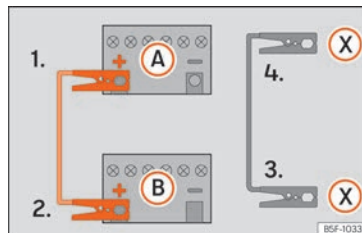

Fig.79 Esquema de conexión para vehículos con sistema Start-Stop.
- 4b. *En los vehículos con sistema Start-Stop:* emborne un extremo del cable negro de emergencia (X) a un terminal de masa adecuado, a una pieza de metal maciza que vaya atornillada al bloque motor o al mismo bloque motor »» fig. 79.
5. Emborne el otro extremo del cable negro de emergencia (X), en el vehículo con la batería descargada, a una pieza de metal maciza que vaya atornillada al bloque motor o al mismo bloque motor pero lo más alejado posible de la batería (A).